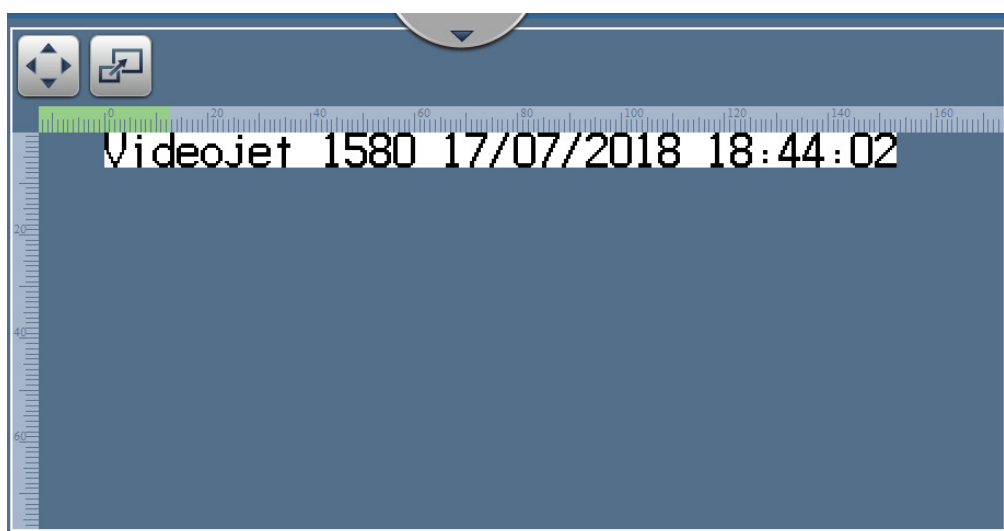

Figure 4-8 : Écran de configuration de la tâche
1. Appuyez sur le bouton  dans l'écran d'accueil. L'écran s'ouvre, tel qu'illustré dans la Figure 4-8.